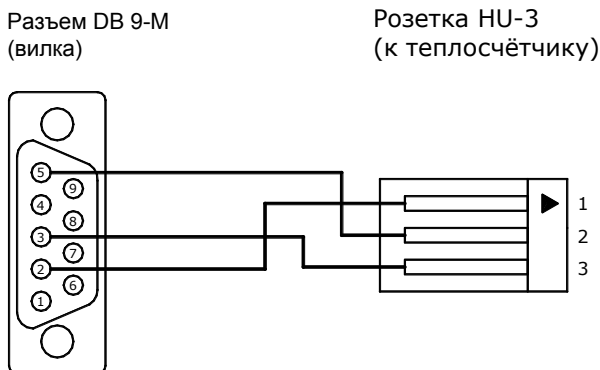
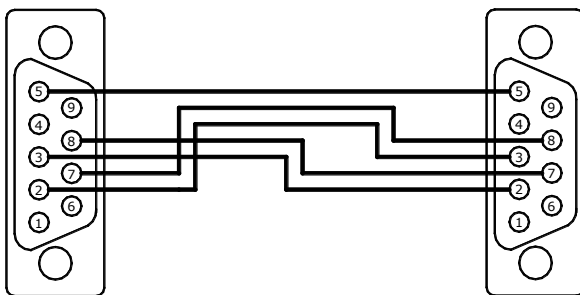

Рис. 7.4 Переходной кабель RS-232C (ТЭСМА-106 – АПД)
Рис. 7.5
7.6.2 В случае, когда теплосчетчик поставляется с установленным переходным кабелем (см. карту заказа, ПРИЛОЖЕНИЕ А), для считывания данных по интерфейсу RS-232C в ПК необходимо подключить к переходному кабелю, изображенному на рис. 7.4, нуль-модемный кабель (см. рис. 7.5).